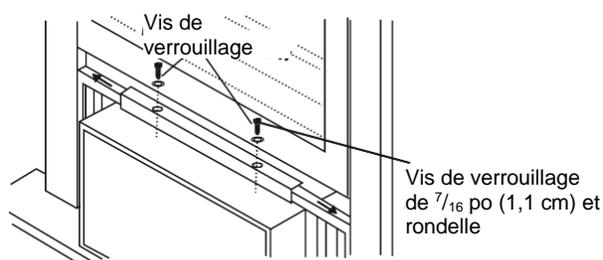

Fig. 17
2. Étirez les panneaux pour combler complètement l'ouverture de la fenêtre. Serrez les vis de verrouillage (figure 17).